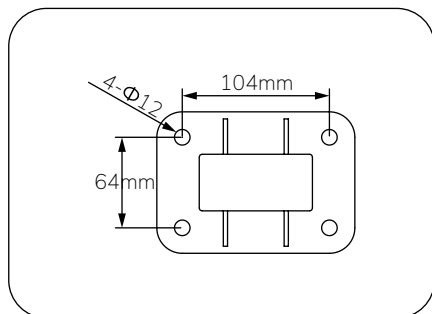

Figura 19
1. Effettuare 4 buchi ($\Phi 12 \times 120$ mm) sulla base come indicato nella Figura 19 (unità in mm).